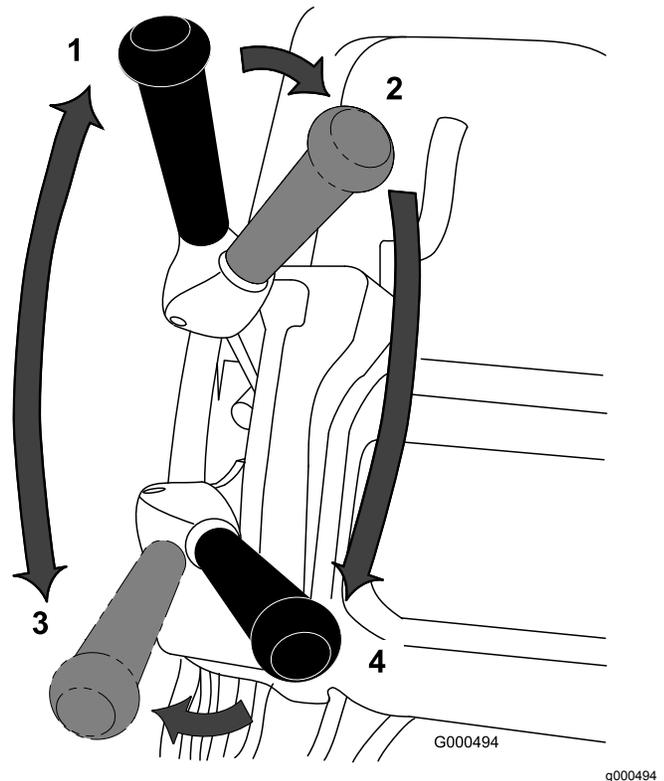

Bild 33
1. Schalten Sie die Maschine ein, stellen Sie die Geschwindigkeitsregelung auf die Null-Stellung, drücken Sie den Holm nach unten, um die Schneideinheit anzuheben, drücken Sie die elektronische Sicherheit, stellen Sie den Fahrtriebshebel auf die aktivierte Stellung (Bild 33) und erhöhen langsam die Einstellung der Geschwindigkeitsregelung, um den Mäher auf die Kante des Grüns zu transportieren.
3. Deaktivieren Sie den Fahrtriebshebel, schieben Sie ihn dann nach links und vorne, damit der Fahr- und Spindeltrieb eingekuppelt wird (Bild 33).